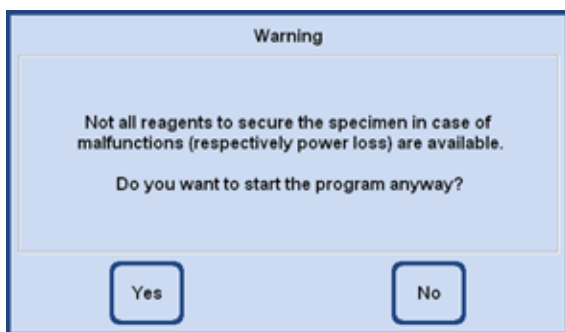

Рис. 245
- Если в приборе при запуске программы используется реактив, для которого в приборе не имеется фиксирующего реактива, выводится сообщение (рис. 245). Тем не менее, запуск программы **НЕ** отменяется.